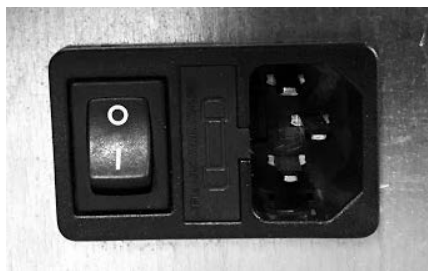

Fig. 34 - Prise électrique avec interrupteur général
- Brancher le câble d'alimentation avant sur le dos du poêle (voir **Fig. 34**), puis à une prise murale.
- L'interrupteur général 0/I (voir **Fig. 34**) ne doit être activé que pour allumer le poêle ; si ce n'est pas le cas, il est conseillé de le tenir éteint.